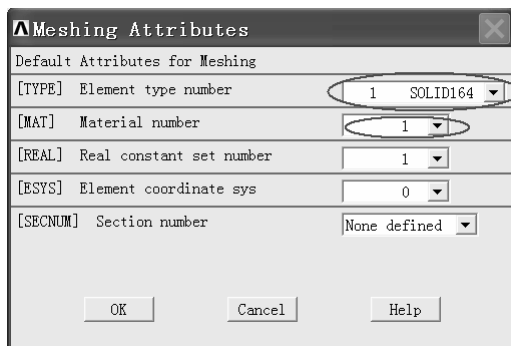
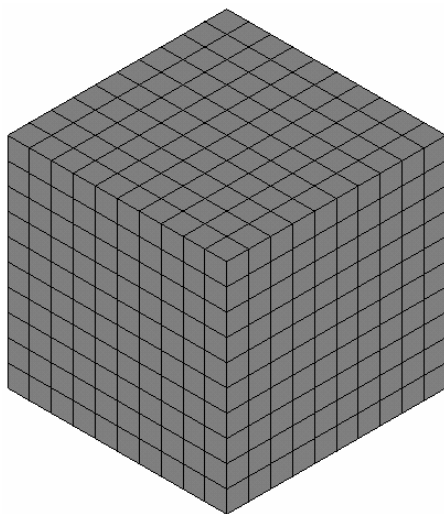

图 3-178 “Meshing Attributes”窗口
图 3-179 划分单元后的方块
(1) 依次选择 Main Menu>Preprocessor>Meshing>Mesh Attributes>Default Attrs, 弹出“Meshing Attributes”窗口(见图 3-178)。在“Element type number”后选择“1 SOLID164”, 在“Material number”后选择“1”, 然后单击“OK”按钮。
(2) 依次选择 Main Menu>Preprocessor>Meshing>Size Cntrls>Manual Size>Lines>All Lines, 弹出“Element Sizes on All Selected Lines”窗口, 在“Element edge length”后的方框中输入“0.03”, 然后单击“OK”按钮。
(3) 依次选择 Main Menu>Preprocessor>Meshing>Mesh>Volumes>Mapped>4 to 6 sided, 弹出“Mesh Volumes”窗口, 单击“Pick All”按钮完成方块的网格划分(图 3-179)。